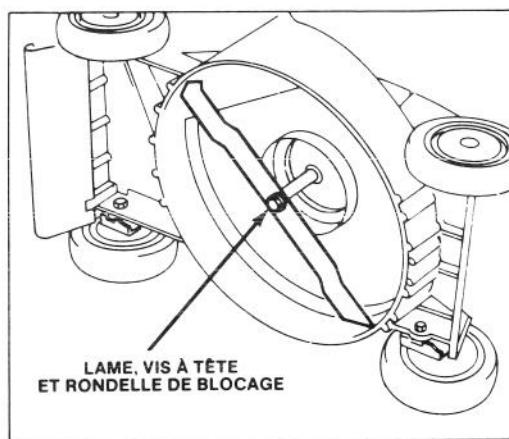

Figure 13
2. Inclinez la tondeuse sur le côté gauche (Fig. 13).
3. Inclinez la tondeuse sur le côté gauche (Fig. 13).
5. RETRAIT DE LA LAME — Saisissez l'extrémité de la lame en vous servant d'un chiffon ou d'un gant bien rembourré. Enlevez la vis à tête, la rondelle de blocage et la lame (Fig. 13).